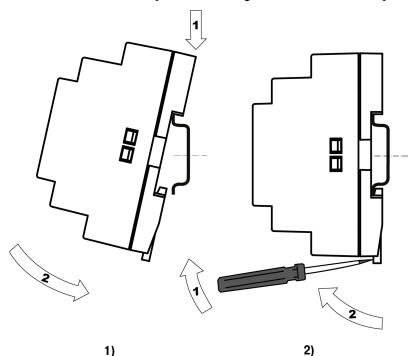

Рисунок 6 – Монтаж (1) и демонтаж (2) прибора
3. С усилием придавить прибор к DIN-рейке в направлении, показанном стрелкой, до фиксации защелки (см. *рисунок 6*).
Для демонтажа прибора следует (см. рисунок 6):